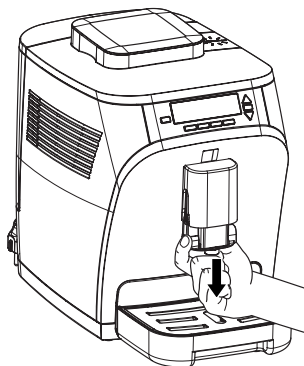

Abb. 9: Kaffee-Milchauslauf entnehmen
9. Entnehmen Sie den Kaffee-Milchlauf, indem Sie das komplette Teil an den Griffmulden nach unten aus der Führung herausziehen (Abb. 9).